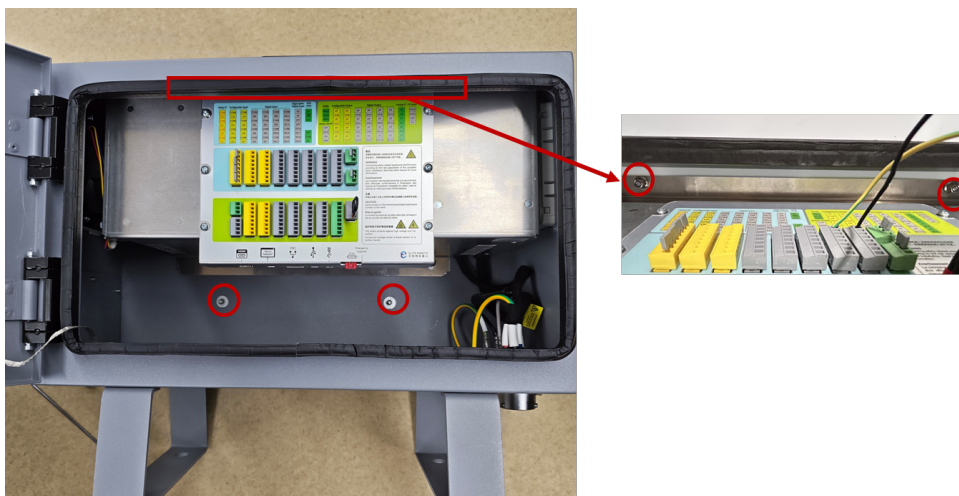

图 3-24: 控制柜内六角圆柱头螺钉位置
10. 将安装钣金模块放回箱体内，并将 4 颗内六角圆柱头螺钉拧紧固定好安装钣金，如图 3-24 所示；